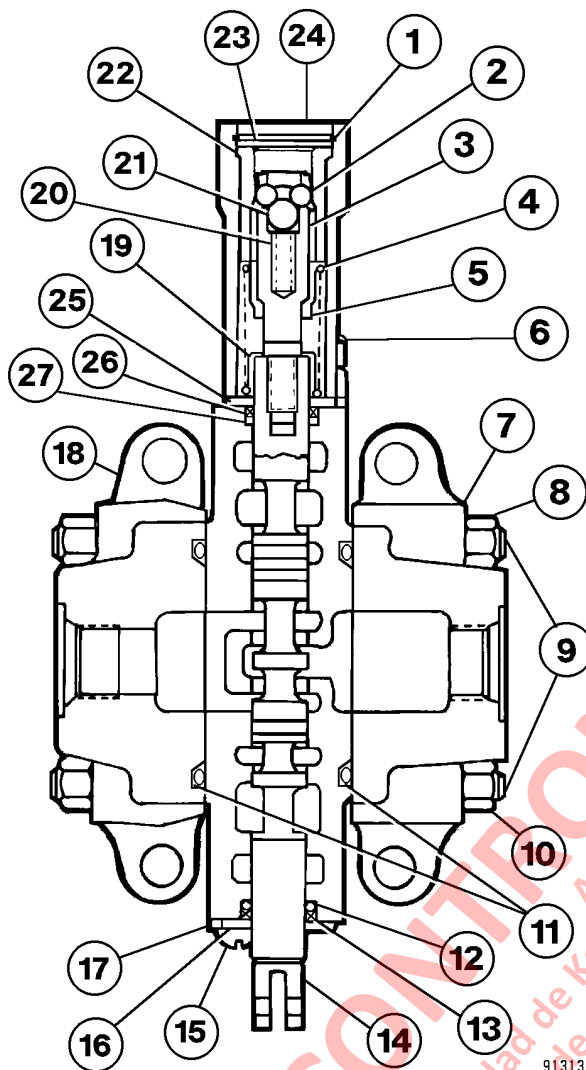
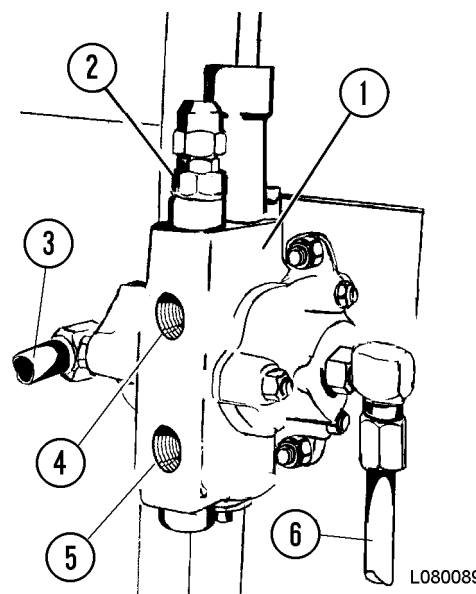

FIGURA 8-13. VÁLVULA PILOTO DE ELEVACIÓN
FIGURA 8-14. VÁLVULA DE ALIVIO
2. Retire el perno pulido (15, Figura 8-13), la placa del sello (16), el raspador (13) y la junta tórica (12).
3. Retire el anillo de retención (1), los pernos (6), la tapa (24), el espaciador (23) y la camisa de tope (22). Las bolas de tope (2) y (21) caerán libremente cuando se saque la tapa y la camisa de tope. Separe la tapa (24), el espaciador (23) y la camisa de tope (22), ya que se necesitarán para reensamblar.
4. Deslice cuidadosamente el carrete (14) de su carcasa (17). Desmonte el retenedor del sello (25), el raspador (26) y la junta tórica (27) del carrete.
5. Inserte un vástago en los agujeros cruzados del pasador de tope (3) y desatornillelo del carrete (14). Presione levemente contra el pasador de tope a medida que se desengancha y se libera la tensión del resorte.
6. Retire los asientos del resorte (19), el resorte (4) y el espaciador (5).
7. Retire la válvula de alivio (2, Figura 8-14) de la carcasa del carrete (1).
9. Retire las tuercas (8) y (10, Figura 8-13) y saque los pernos de acople principal (9). Separe las carcasas de la válvula. Retire la junta tórica (11). Desde la carcasa del carrete saque la válvula unidireccional y el resorte (ubicados en el costado de la carcasa de salida de la carcasa del carrete).
4. Inspeccione el carrete (14, Figura 8-13). El carrete no debe tener marcas longitudinales, mellas o ranuras.
5. Pruebe el carrete (14) para ver si calza en la caja del carrete. Debe calzar libremente y girar una vuelta completa sin trancarse.
6. Instale las nuevas juntas tóricas (27, Figura 8-13) y el raspador (26). Instale un retenedor de sello (25).
7. Instale el espaciador (5), el asiento del resorte (19) y el resorte (4). Atornille el pasador de tope (3) en el carrete (14). Se requerirá una leve presión para comprimir el resorte de tope. Apriete el pasador de tope a **10 N·m (89 in. lb)**. Instale el resorte (20). Instale cuidadosamente el carrete dentro de la carcasa del carrete.
8. Aplique grasa en los agujeros cruzados del pasador de tope (3) para sostener las bolas (21) y (2).
9. Deslice la camisa de tope (22) dentro de la tapa (24) y póngala sobre un punzón. Usando el punzón, presione la bola (21) e inserte las bolas (2) en los orificios cruzados del pasador de tope.
10. Mientras sostiene la bola (21), deslice la camisa de tope (22) y la tapa (24) como un conjunto sobre el pasador de tope (3). Continúe insertando la camisa de tope (22) hasta que haga contacto con el asiento del resorte (19).
11. Asegure la tapa (24) en su lugar con los pernos (6). Apriete los pernos (6) a **7 N·m (62 in. lb)**. Instale el espaciador (23) y el anillo de retención (1).
12. Instale una nueva junta tórica (12) y raspador (13). Instale la placa de sello (16) y los pernos pulidos (15).
13. Utilizando juntas tóricas nuevas, instale la válvula de alivio (2, Figura 8-14) en la carcasa del carrete.